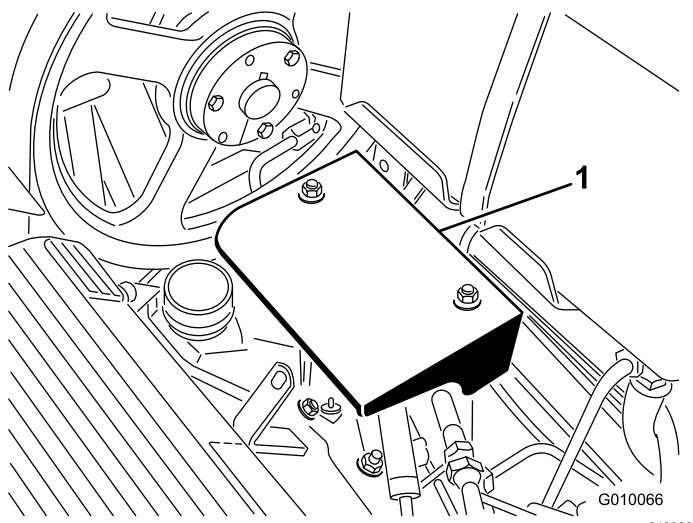

Figura 57
- Retire as 2 porcas de montagem do resguardo da bomba e retire o resguardo (Figura 57).